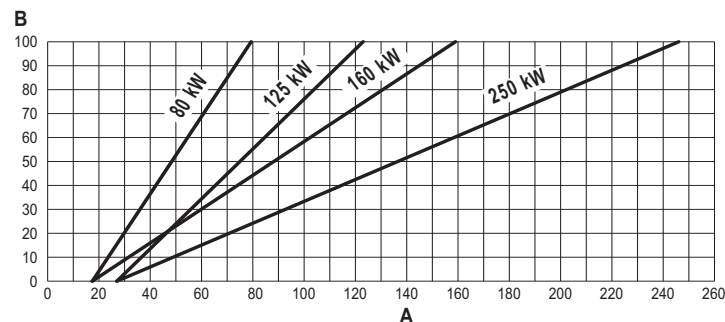

fig. 60
- Apăsați pe tastele pentru încălzire (det. 3 și 4 - fig. 1) pentru a mări sau a reduce puterea (minimă = 00 - maximă = 100). Consultați diagrama "Reglarea puterii termice" (fig. 60).